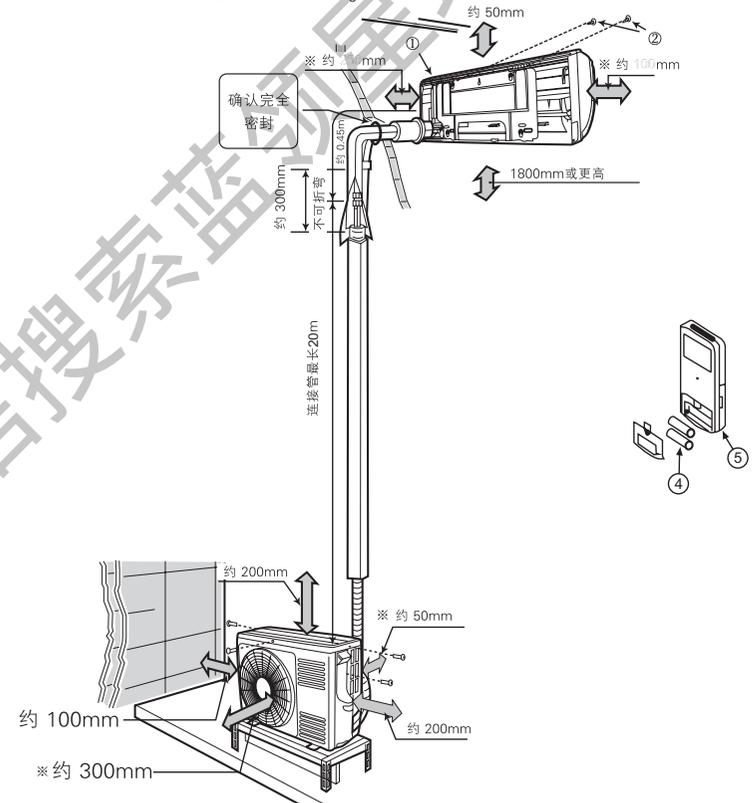

图 1
- 为了便于修理,室内机组旁边应如图1般保留空间。
- 如图1所示保留室外机组旁的空位，避免任何障碍物妨碍通风系统。
- 1 示图1是连接配管安装成形。
- 2 根据总装示图1结合对应附件按要求牢固安装。